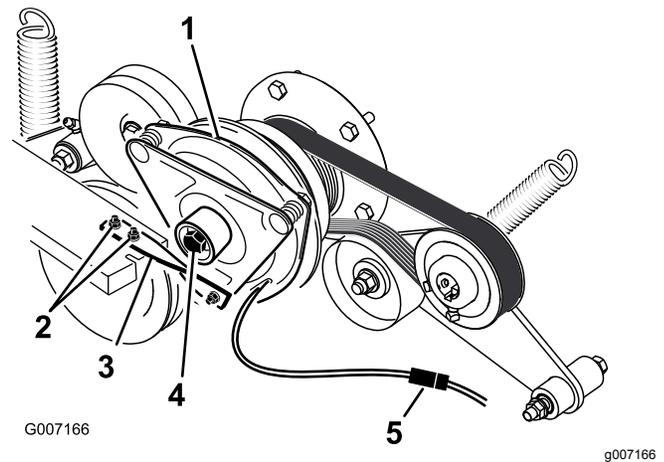

Figura 76
6. Scollegate la connessione elettrica della frizione (Figura 76).
7. Rimuovete i 2 bulloni che fissano la cinghia di gomma della frizione al telaio del tosaerba (Figura 76).
8. Rimuovete il bullone centrale che fissa la frizione all'albero motore e rimuovete la frizione e la chiave (Figura 76).
15. Tenendo l'albero a gomiti sulla parte posteriore della macchina, installate il bullone centrale e serratelo a 68 N·m (Figura 76).
16. Fissate la cinghia di gomma della frizione al telaio del tosaerba con i 2 bulloni e dadi precedentemente rimossi (Figura 76).
18. Collegate la connessione elettrica della frizione (Figura 76).